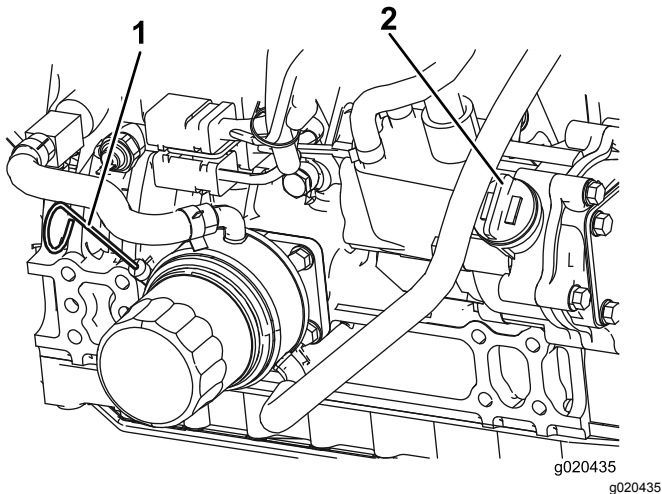

Figura 53
Nota: El nivel de aceite debe estar en el intervalo seguro (Figura 53).
4. Si el nivel de aceite está por debajo del intervalo seguro, retire el tapón de llenado (Figura 53) y añada aceite hasta que el nivel llegue a la marca Full (lleno). **No llene demasiado.**